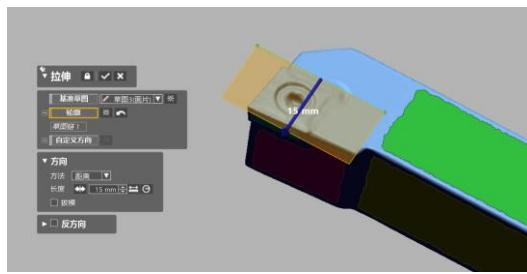

图 4.64 拉伸片体
8) 点击菜单栏模型》(创建曲面下) 拉伸图标 ，弹出拉伸对话框，轮廓选择草图 3，方向长度 15mm，如图 4.64 所示，点击确定完成片体的拉伸。